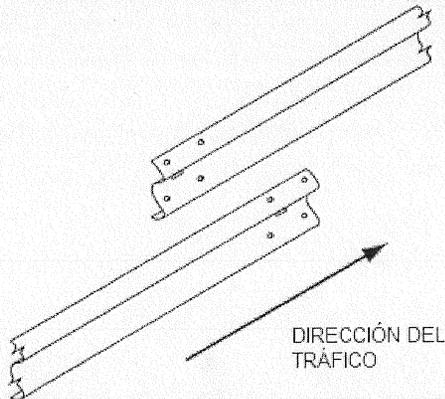

Imagen 18. Orientación de Empalme de Riel
11. Los rieles se orientan para que ningún borde de ataque este frente al flujo vehicular según Imagen 18.